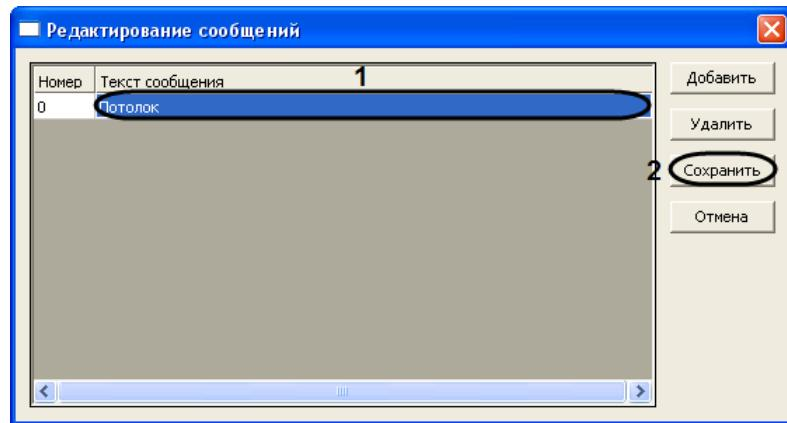

Рис. 3.6-6 Добавление сообщений
5. В результате выполнения операции в таблице появится новая строка (Рис. 3.6-6).
6. В столбце **Текст сообщения** ввести требуемый текст сообщения (см. Рис. 3.6-6, 1).
Примечание. Для удаления сообщения из списка следует выделить любую ячейку соответствующей строки списка, после чего нажать кнопку Удалить (см. Рис. 3.6-6).
8. Для сохранения изменений и закрытия диалогового окна **Редактирование сообщений** нажать кнопку **Сохранить** (см. Рис. 3.6-6, 2).